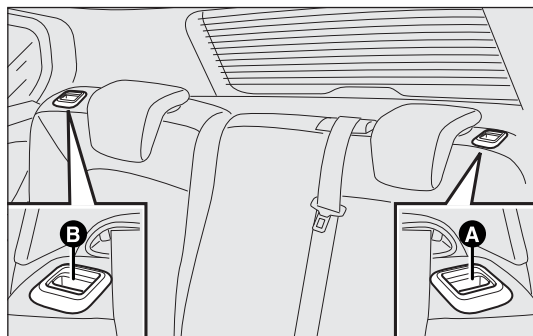

fig. 101
- agire sulle maniglie A o B-fig. 101 per sbloccare rispettivamente la porzione sinistra o destra dello schienale e accompagnare lo schienale sul cuscino.
- sollevare le maniglie A e B-fig. 101 per sbloccare gli schienali e accompagnarli sul cuscino.